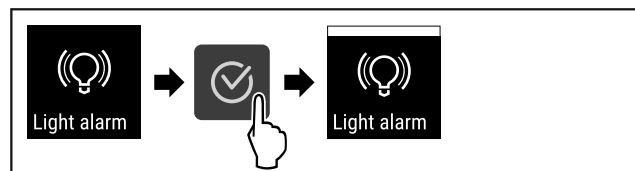

Fig. 97
- ▶ Genomför handlingsstegen (se Fig. 97) .